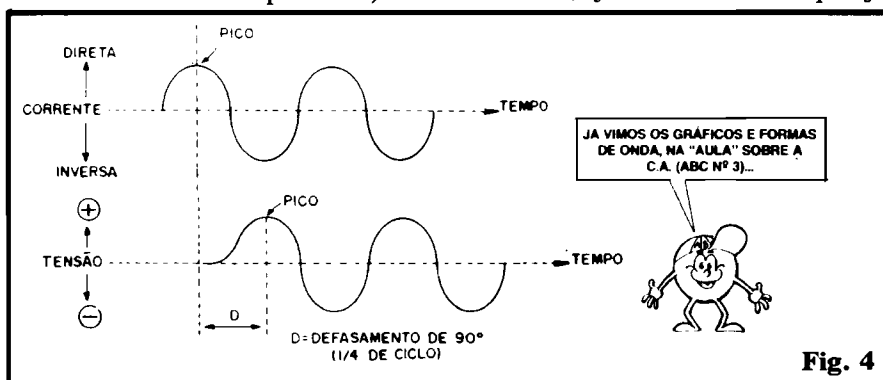

Fig. 4
- FIG. 4 - Os dois gráficos mostram o "desenho" ou as "curvas" (sempre com relação ao Tempo...) da Corrente, ao alto, e da Tensão, em baixo, num determinado Capacitor sob C.A. Observem o nítido "adiantamento" da Corrente com relação à Tensão. Quem quiser "ver" isso poderá "emendar" as duas Experiências mostradas na fig. 2 e - se conseguir acompanhar com os olhos os dois instrumentos, simultaneamente, notará esse "defasamento". O que isso significa, na prática...? Que o Capacitor, sob C.A., embora possa ser "interpretado" como um Resistor (tendo, inclusive, os seus "Ohms", quantificando sua REATÂNCIA...), NÃO DISSIPA aquela "baita" Potência que um Resistor é "obrigado" a manejar...! Como o "máximo" da Corrente **não coincide** com o "máximo" da Tensão, jamais ocorre a Potência também "máxima" que seria de se esperar num Resistor (de idêntico valor ôhmico à Reatância do tal Capacitor...)! Se